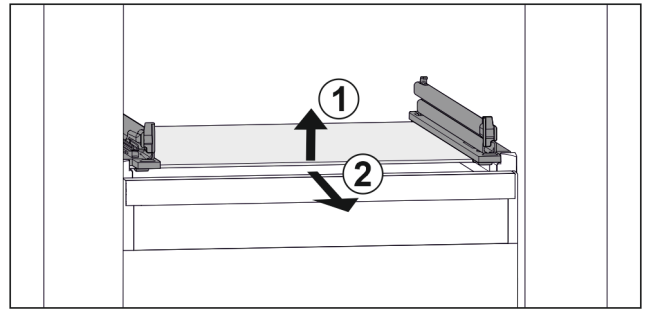

Fig. 110 Beispielhafte Darstellung der Glasplatte
- Glasplatte vorne anheben. Fig. 110 (1)
- Glasplatte nach vorne entnehmen. Fig. 110 (2)